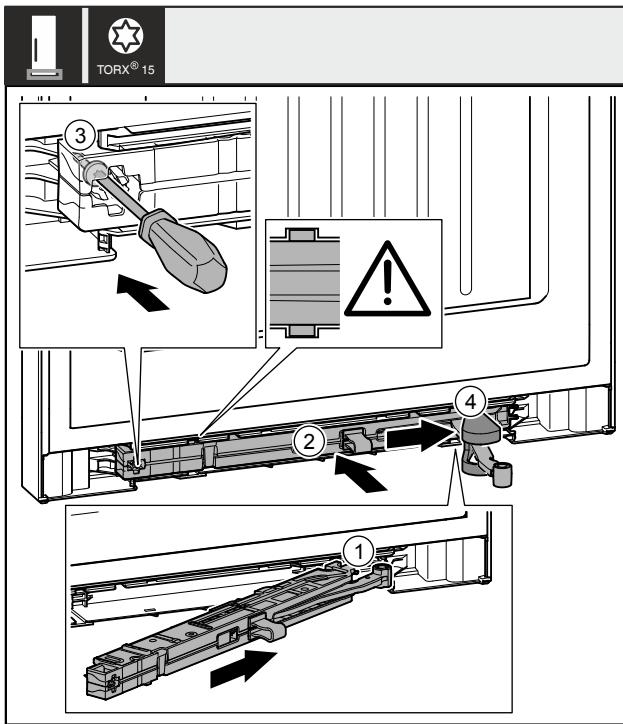

Fig. 46
- Empuje la unidad del amortiguador de cierre Fig. 46 (1) hacia el hueco sobre el lado del soporte del cojinete en ángulo hasta el tope.
- Introduzca completamente la unidad del amortiguador de cierre Fig. 46 (2) en el hueco.
- Apriete el tornillo Fig. 46 (3) con un destornillador.
- Deslice la cubierta Fig. 46 (4) sobre la bisagra.